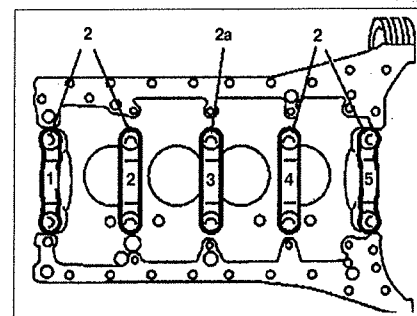

Рис. 5.31. Маркировка крышек коренных подшипников коленчатого вала.
5. Открутите крышки коренных подшипников **2** и установочную крышку **2a** (см.рис.5.30). Пометьте нижние вкладыши коренных подшипников **21** и нижние упорные прокладки **22**. Крышки коренных подшипников **2** и установочная крышка **2a** пронумерованы последовательно, начиная с передней крышки **2** (см.рис.5.31).